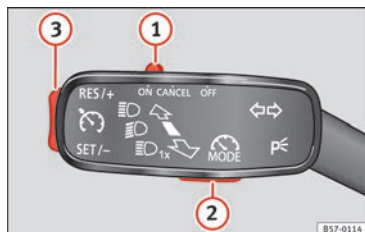

Fig. 155 À gauche de la colonne de direction : commande et touches servant à utiliser le limiteur de vitesse.
Si vous souhaitez désactiver temporairement le limiteur de vitesse, pour doubler par exemple, réglez la commande » fig. 155 ① du levier des clignotants sur la position **CANCEL** ou réglez le troisième levier sur la position **CANCEL** ou appuyez sur la touche ② de l'un quelconque des leviers.